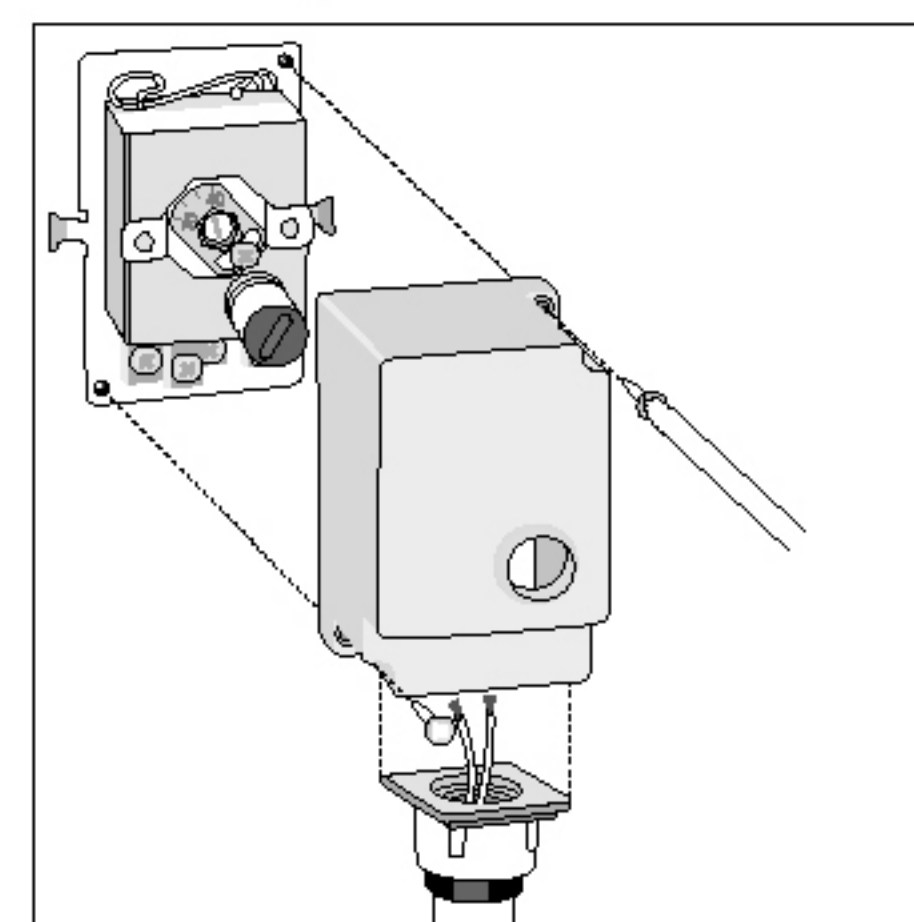

fig.4 - e.u.c.4
Passez le câble de raccordement dans le presse-étoupe et raccordez les fils aux bornes (voir paragraphe "raccordements électriques"). (fig.4)
B) Den Deckel durch Lösen der beiden Schrauben vom Produkt entfernen. Die Kabel der Anlage über die entsprechende Kabeldurchführung führen und die Anschlüsse an der Klemmleiste (Abb.4), wie im folgenden Abschnitt "elektrische Anschlüsse" angegeben, vornehmen. Den Deckel mittels der beiden Schrauben am Produkt befestigen.